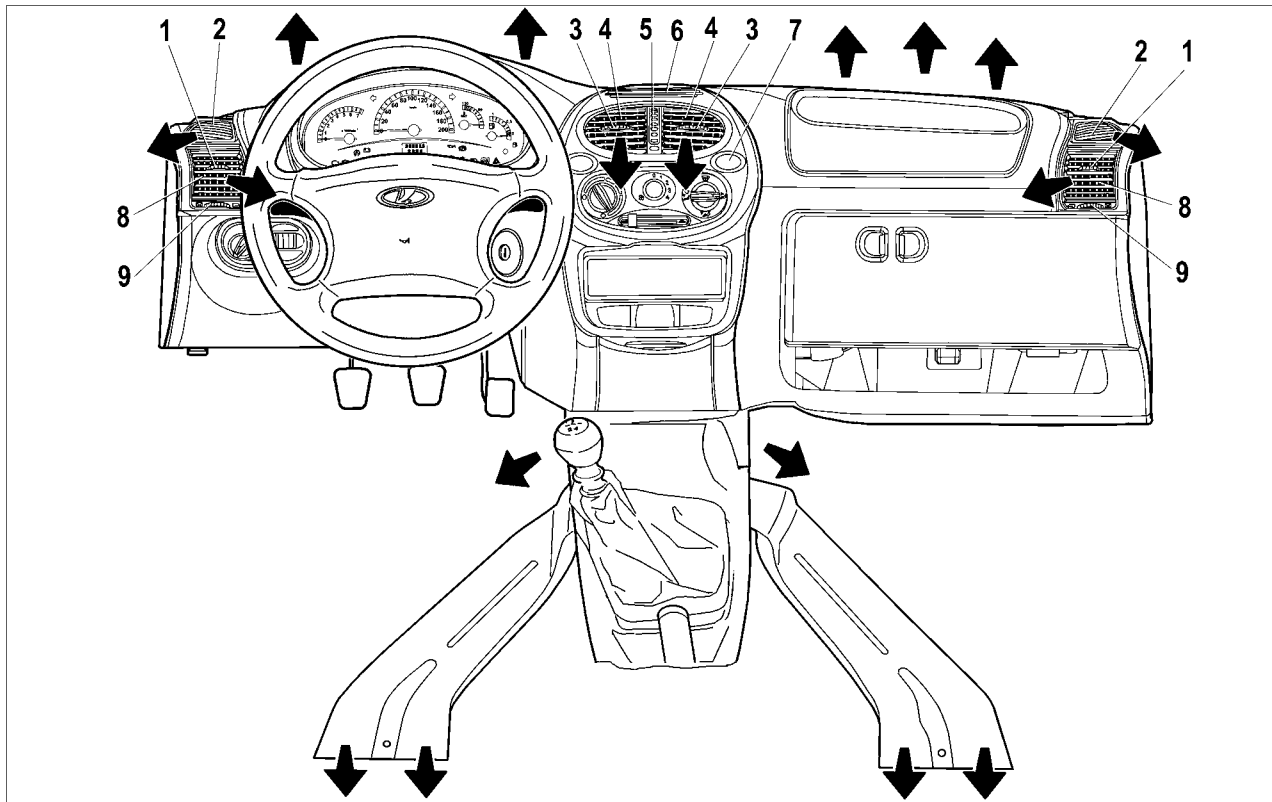

Рис. 37. Органы управления вентиляцией
Рычагами 9 и 5 (рис. 37) привода заслонок регулируется интенсивность подачи воздуха через боковые 8 и центральные 4 сопла путем изменения положения заслонок вплоть до полного их закрытия. А **рычагами 1 и 3** направляющих лопаток боковых и центральных сопел меняется направление воздушного потока.
- **сопла 4 и 8** (см. рис. 37) открыть, повернув соответственно рычаг 5 на центральном сопле вниз, а рычаг 9 вправо на левом боковом сопле и влево на правом боковом сопле;